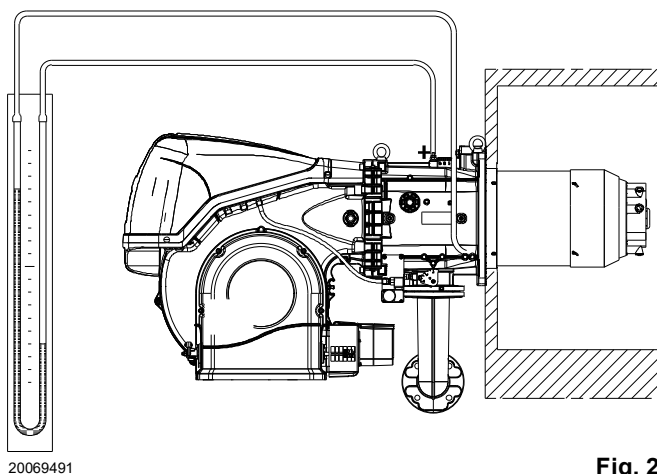

Fig. 21
- Montare un manometro a U o un manometro di tipo differenziale (Fig. 21), con presa (+) sulla pressione del gas del manicotto e (-) in camera di combustione. Serve a ricavare approssimativamente la potenza MAX del bruciatore mediante la Tab. L.
L'arrivo del gas al manicotto è evidenziato dal manometro ad U (Fig. 21).